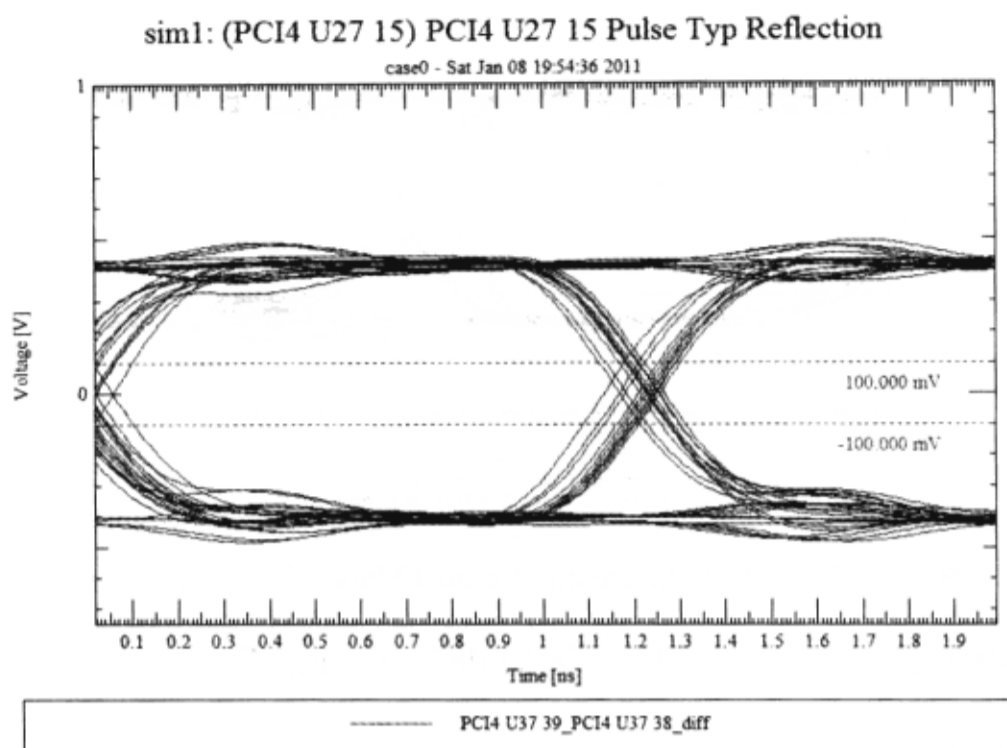

图 6-4-35 显示指定区域
(23) 在“SigWave”窗口执行菜单命令“Zoom”→“In Region”，放大眼孔图区域显示在0~2ns之间，如图6-4-35所示。